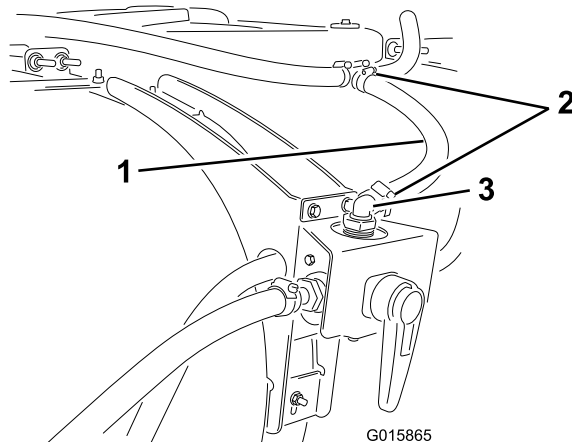

Bild 37
3. Befestigen Sie den Schlauch am offenen Ende des vorher befestigten T-Anschlussstücks (Bild 37).